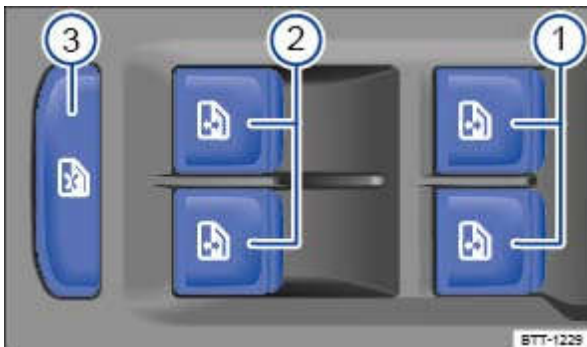

Fig. 42 Dans la porte du conducteur : touches pour les lève-glaces
Légende de la → Fig. 42 :
- **Verrouiller la fonction glaces** : la commande de sécurité  → Fig. 42  permet de désactiver les touches de lève-glaces des portes arrière. Le témoin de contrôle jaune intégré à la touche s'allume.